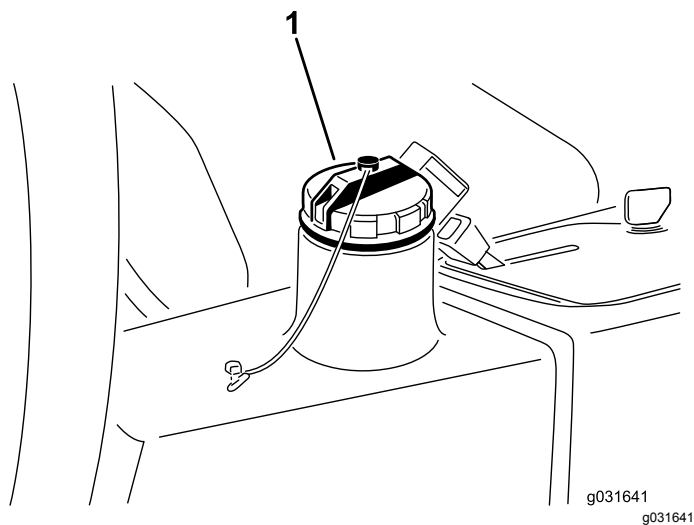

Рисунок 66
4. Залейте в гидравлический бак (Рисунок 66) приблизительно 13,2 литра гидравлической жидкости; см. Проверка гидравлической системы \(страница 58\).